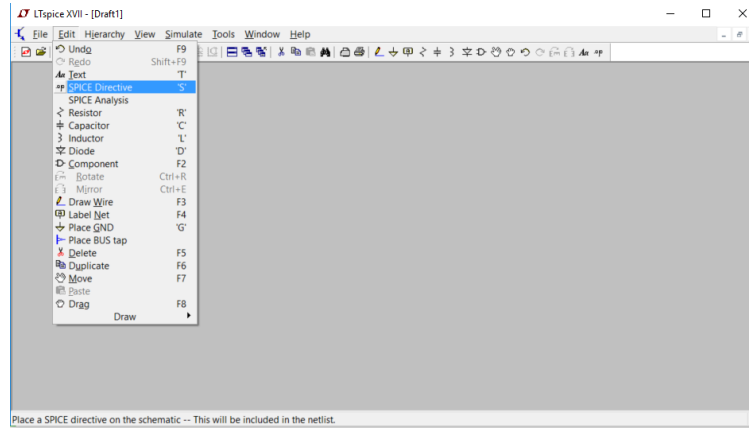

Figure A.9: LT Spice - Adaugarea unei directive SPICE.
2. Se adaugă o directivă SPICE în schemă folosind meniul *Edit · SPICE Directive* (se observă în Figure A.9),